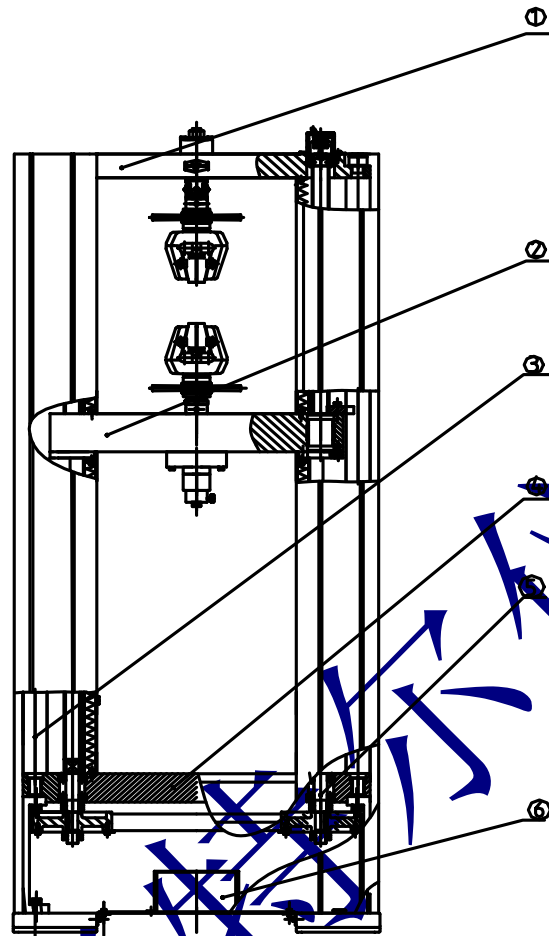

图2 主机结构图
5.2.1 主机部分(见图 2)
7.5 电气线的安装：按照附图 2（整机互连接线图）连接好所有电气连线。将动力电源插头和接计算机电源插头插在电源插座上。